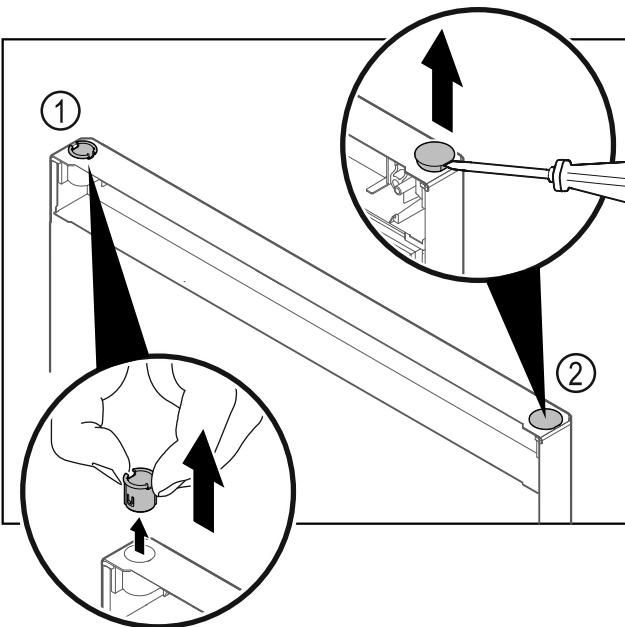

Fig. 27 Hűtőrész ajtaja
- ▶ Húzza ki az ujjával a csuklópánt-perselyt Fig. 27 (1).
- ▶ A fedődugót Fig. 27 (2) egy csavarhúzóval óvatosan emelje meg és húzza ki.